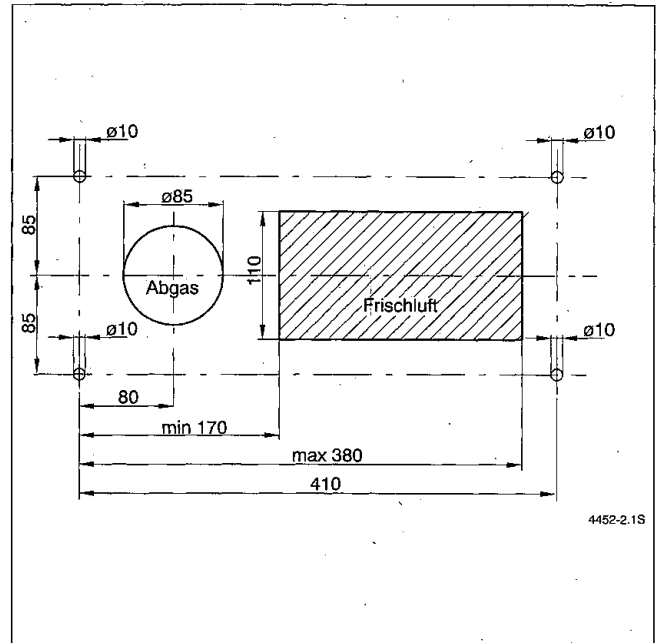
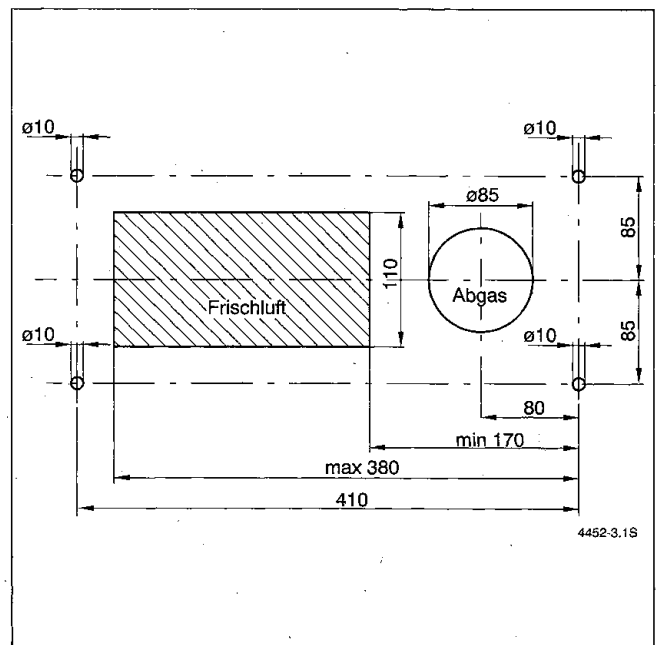

Bild 13
Bild 14
- Montageanschlußplatte (13) nach Installationsanleitung montieren.
- Bohrung mit  $\varnothing 110$  mm oder eine quadratische Öffnung mit mindestens  $10 \times 10$  cm am Luftschacht des Bestands-LAS anbringen (Bild 13 oder Bild 14).
- Bohren Sie die Befestigungslöcher ( $\varnothing 10$ ) entsprechend Bild 13 oder Bild 14.